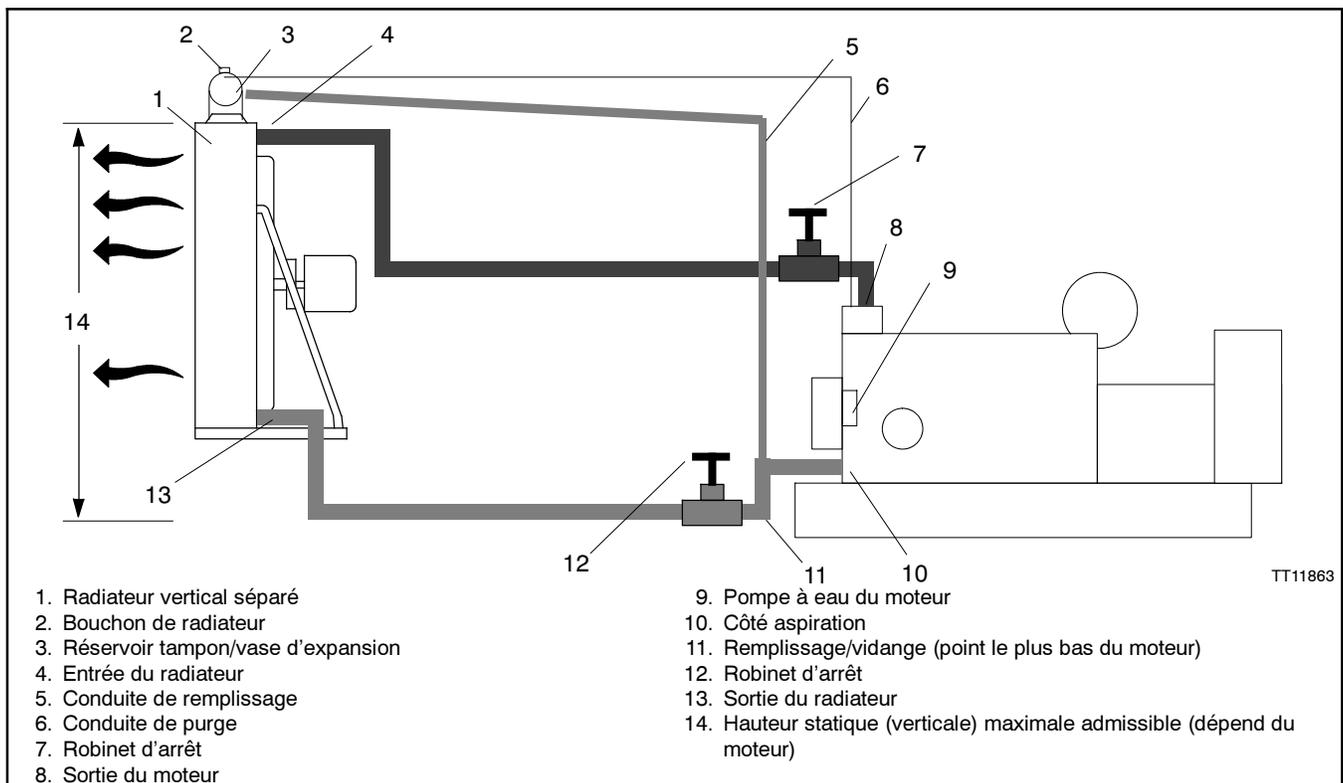
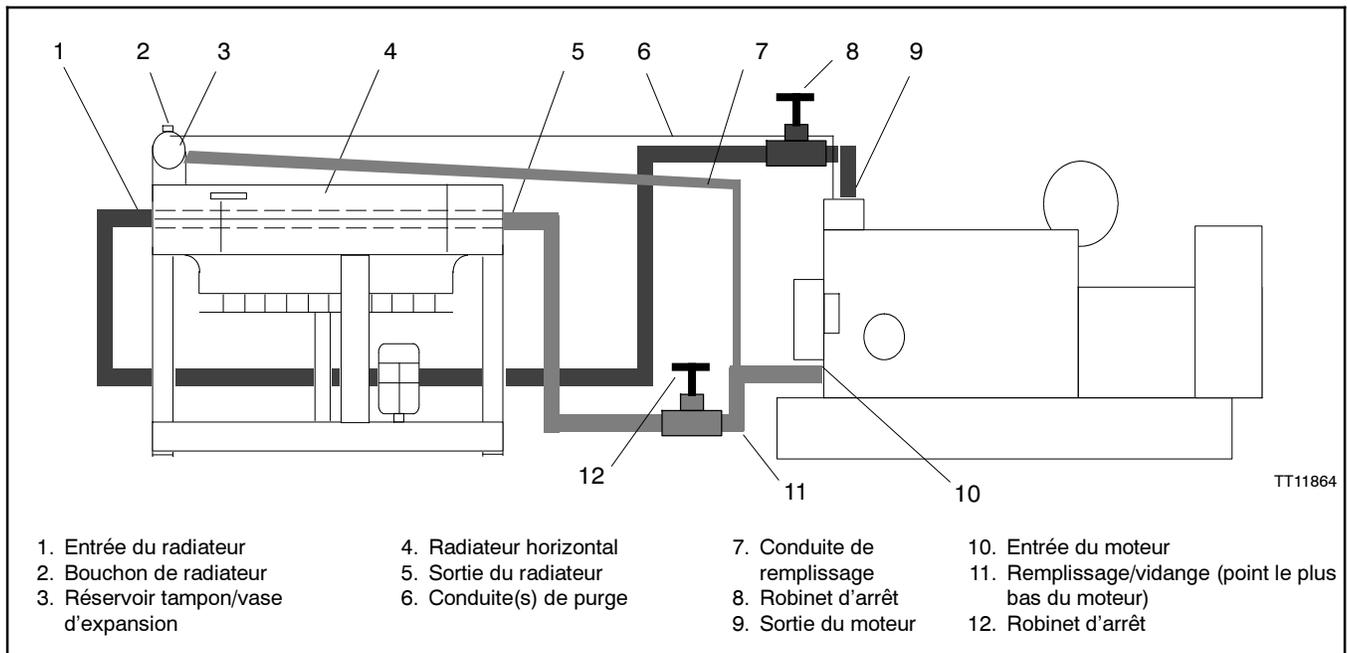

Figure 4-7 Système de radiateur vertical séparé
Figure 4-8 Système de radiateur horizontal séparé
Limites du système. Les circuits de refroidissement sont limités par les caractéristiques du bouchon du radiateur. La pression d'exploitation maximale du radiateur est 138 kPa (20 psi) et la température d'exploitation maximale 121 °C (250 °F). Les radiateurs sont proposés avec refoulement vertical ou horizontal. Voir Figure 4-7 et Figure 4-8.
Les radiateurs séparés à refoulement horizontal nécessitent l'emploi d'un réservoir tampon (d'expansion) comme indiqué à la Figure 4-8. Placer ce réservoir au point le plus élevé du circuit de refroidissement. Le réservoir tampon assure les fonctions de purge, de protection contre les variations ou l'expansion et de remplissage ou complément de niveau.
- Raccorder la conduite principale du réservoir tampon au point le plus élevé du radiateur séparé. La majorité des radiateurs à faisceau vertical comportent le réservoir tampon intégré au réservoir supérieur du radiateur. La configuration montrée à la Figure 4-8 permet la désaération du radiateur et du moteur et assure une pression positive au niveau de l'orifice d'aspiration de la pompe.